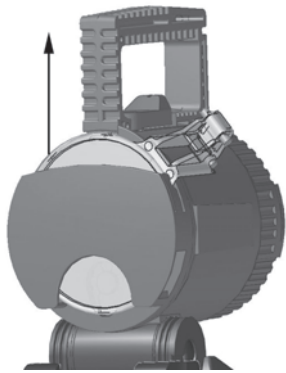

FIG: 1 Dépose du disque du support
1. La tête de lampe (fig. 1)
L'interrupteur rotatif (fig. 1, pos. 1) disposé sur la poignée possède 5 positions de commutation.
Une indication à diodes lumineuses de l'état de charge et de la capacité est disposée sur le côté de la poignée (fig. 1, pos. 2). Une poche orientable pour les disques colorés est encliquetée au dos de la tête de lampe (fig. 1, pos. 3/5). En tournant cette poche pour disques, le cordon d'alimentation est accessible (fig. 1, pos. 4).
Trois disques (disques diffus) au maxi peuvent être logés dans la poche. La bague de serrage est dotée des cames élastiques (fig. 1, pos. 7) qui servent à recevoir un disque (Attention: Enficher d'un côté seulement).
En tournant la bague de serrage env. 2 fois, la lumière diffusée peut être transformée en lumière ponctuelle (fig. 1, pos. 6). La tête de lampe est orientable d'env. 100° (fig. 1).
Pour cela, faites pivoter le pied d'appui du disque en direction de la poignée (figure 1) et puis extrayez-le par le haut.
2. Desserrer la vis à six pans creux (fig. 1, pos. 7) sur la partie inférieure de la tête de lampe.
3. Puis enlever la bague de serrage en la tournant à gauche (fig.1, pos. 8).
4. Sortir l'ampoule de la douille à baïonnette (ampoule phare: Presser-tourner à gauche-tirer) (fig.1, pos. 9) (veilleuse: Presser-tourner à droite-tirer) (fig.1, pos. 9).